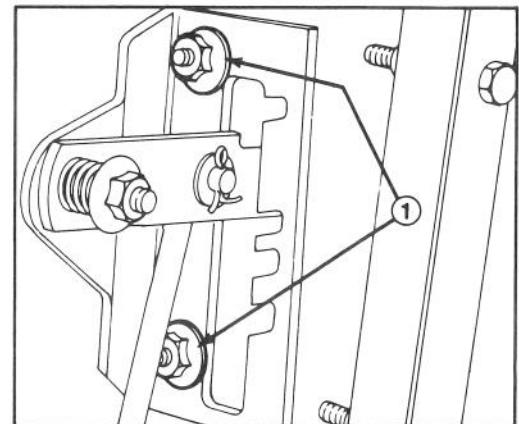

Abbildung 29
2. Bundmuttern, die die Schalterplatte an die Schildplatte befestigen, lösen. Somit kann die Schalterplatte einwandfrei bewegen werden (Abb. 29).